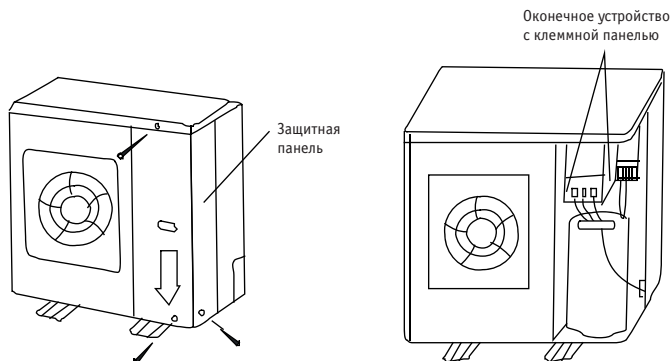

Рис. 10-1
- Открутите винты крепления крышки. (Если наружный блок не имеет крышки, открутите винты крепления панели техобслуживания и, чтобы снять, сдвиньте её в направлении стрелки.) (См. Рис. 10-1)
На Рис. 10-1 изображен наружный блок определенного типа, который может отличаться по внешнему виду от вашего наружного блока.